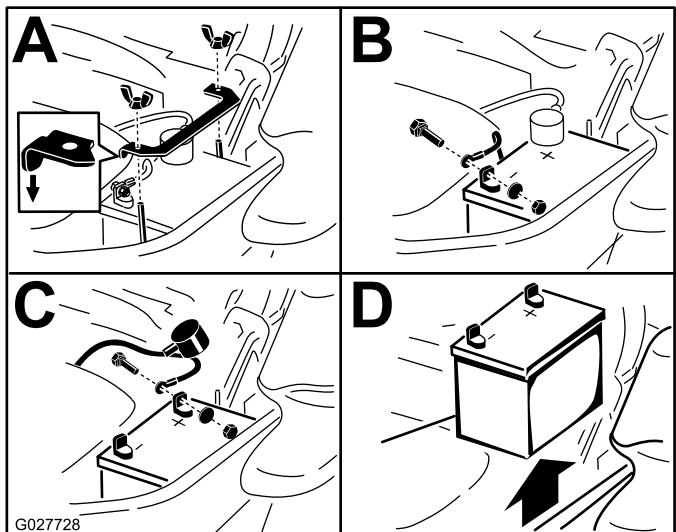

Figura 64
3. Retire la batería, según se muestra en Figura 64.